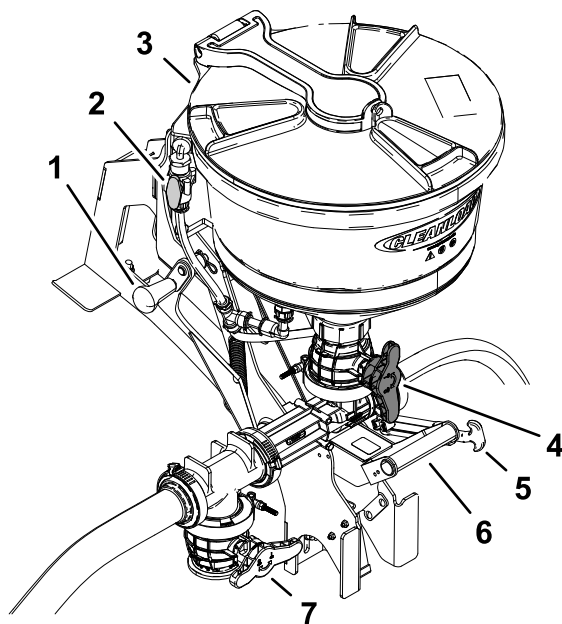

Figura 42
1. Utilice la manija inferior para bajar el eyector (Figura 42).
2. Abra la tapa y compruebe que no hay objetos extraños que pudieran afectar al rendimiento o contaminar el sistema (Figura 42).
5. Abra la válvula de la tolva (pomo rojo) situada en la parte inferior de la tolva (Figura 42).
2. Abra la válvula de la tolva (Figura 42).
- B. Abra la válvula de vaciado y enjuague la tolva del eyector durante 20 segundos (Figura 42).
- C. Cierre la válvula de vaciado (Figura 42).
6. Eleve el eyector y sujételo con la correa de transporte (Figura 42).
7. Cierre la válvula del eyector y la válvula de la tolva (Figura 42).
3. Cierre y bloquee la tapa de la tolva girando la tapa en sentido horario (Figura 42).
6. Ponga el eyector en la posición de transporte y sujételo con el cierre de transporte (Figura 42).